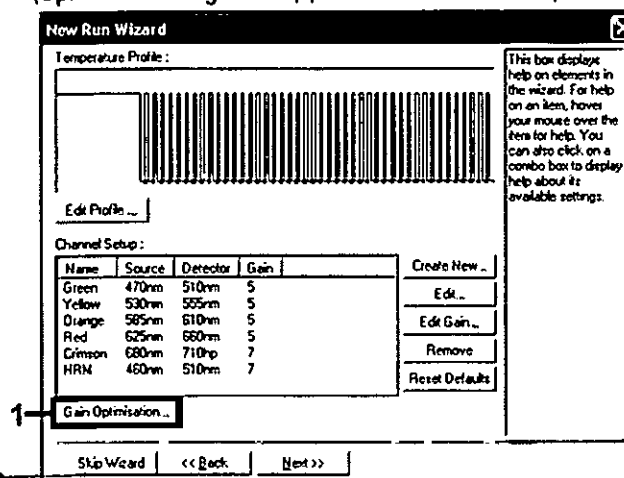

Ilustración 10. Optimización de la ganancia.
12. En el cuadro de diálogo siguiente, haga clic en el botón "Gain Optimisation" (Optimización de ganancia) (consulte la ilustración 10).